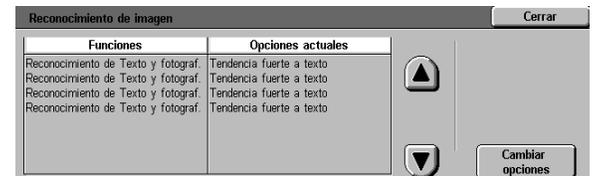

Figura 46: Reconocimiento de imagen
- 2 Pulse el icono **Reconocimiento de imagen** para mostrar la pantalla Reconocimiento de imagen, tal y como ilustra la Figura 46.